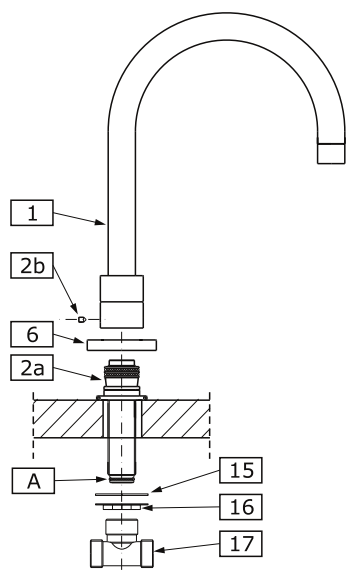

FIG. 4c
- ➔ Insert spout connector with shank (2a) through center hole of bath tub ledge. From underneath the ledge place rubber washer (15) on the shank, then screw on the flanged nut (16). Hand tighten only.
- ➔ Make sure that the o-ring (A) is properly seated in recess at shank.
- ➔ Thread the T-connection (17) on the shank of the spout connector (2a) as shown in fig. 4c.
- ➔ Insertar el conector del grifo con tubo enroscado (2a) a través del borde del agujero central de la bañera. Por debajo del borde colocar una arandela de goma (15) sobre el tubo, luego apretar asegure que el grifo (16). Apretar únicamente a mano.
- ➔ Controlar si el anillo (A) está colocado correctamente en el tubo. Colocar la conexión „T” (17) sobre el tubo el conector del grifo (2a) como lo presenta la fig. 4c.